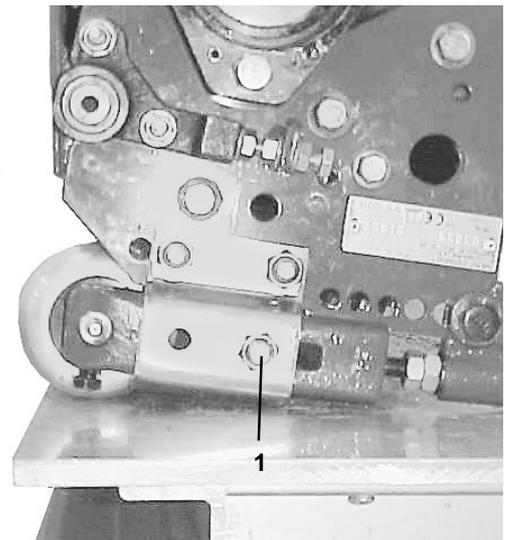

Bild 24
4. Lockern Sie die Sicherungsmuttern an den hinteren Befestigungsprofilen (Bild 24).